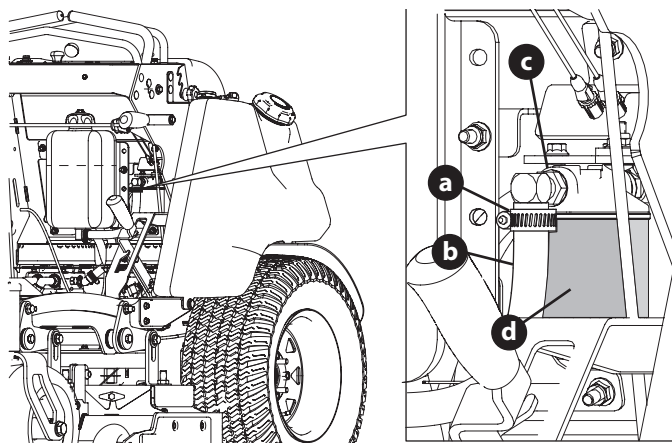

Fig. 27
2. Desserrez le collier de serrage (a) qui fixe le tuyau d'huile de transmission (b) à l'ensemble du filtre à huile de transmission (c) (Fig. 27).
5. Si nécessaire, procédez comme suit pour remplacer le filtre à huile (Fig. 27) :
7. Serrez le collier de serrage (a) qui fixe le tuyau d'huile de transmission (b) à l'ensemble du filtre à huile de transmission (c) (Fig. 27).